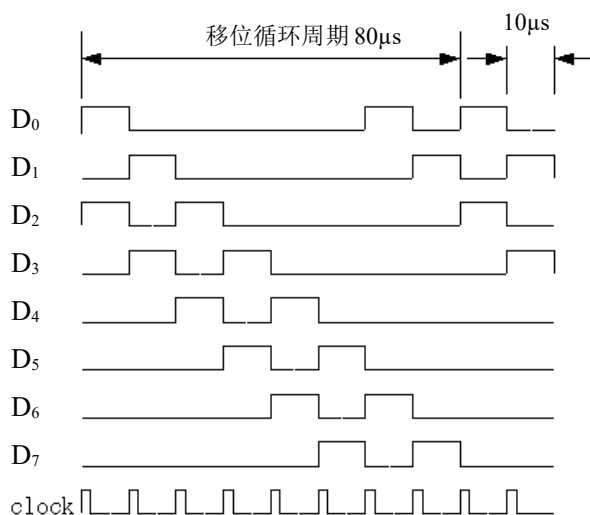

图 2 数字信号发生电路循环输出时序波形
(1) 设计制作 8 位数字信号发生电路，可产生 8 位并行移位循环输出的 TTL 电平信号，TTL 电平的外输入移位时钟 clock 信号频率为 100kHz，D₀ ~ D₇ 循环输出的时序波形如图 2。（20 分）